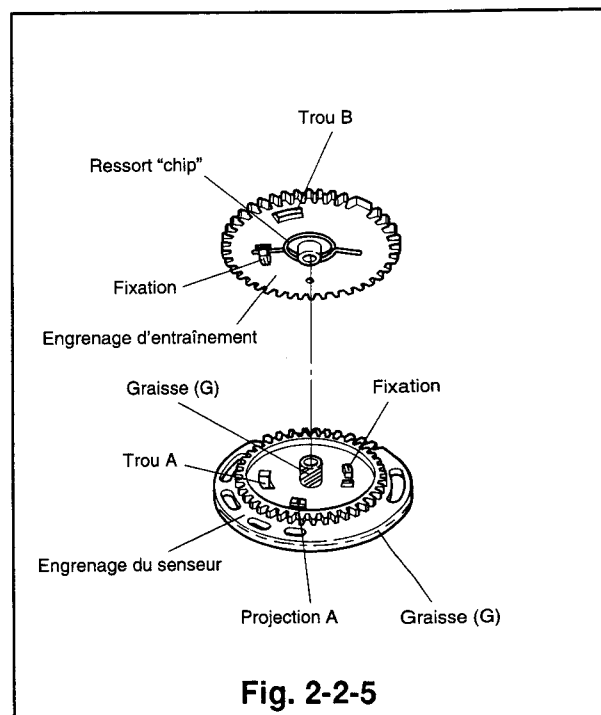

Fig. 2-2-5
- 2) Appliquer de la graisse (G)[859DO55050] sur la zone du nouvel engrenage du senseur indiquée dans la Fig. 2-2-5.
- 3) Placer le ressort "chip" sur la roue d'entraînement en accrochant l'une des extrémités dans l'ergot, comme illustré dans la Fig. 2-2-5. Installer l'engrenage du senseur sur l'engrenage d'entraînement de manière à ce que le trou A soit aligné avec le trou B. Maintenir l'engrenage du senseur en tournant l'engrenage d'entraînement dans le sens des aiguilles d'une montre, et engager en ce faisant l'autre extrémité du ressort "chip" dans l'ergot de l'engrenage du senseur. La projection A de l'engrenage du senseur doit entrer dans le trou B de l'engrenage d'entraînement.